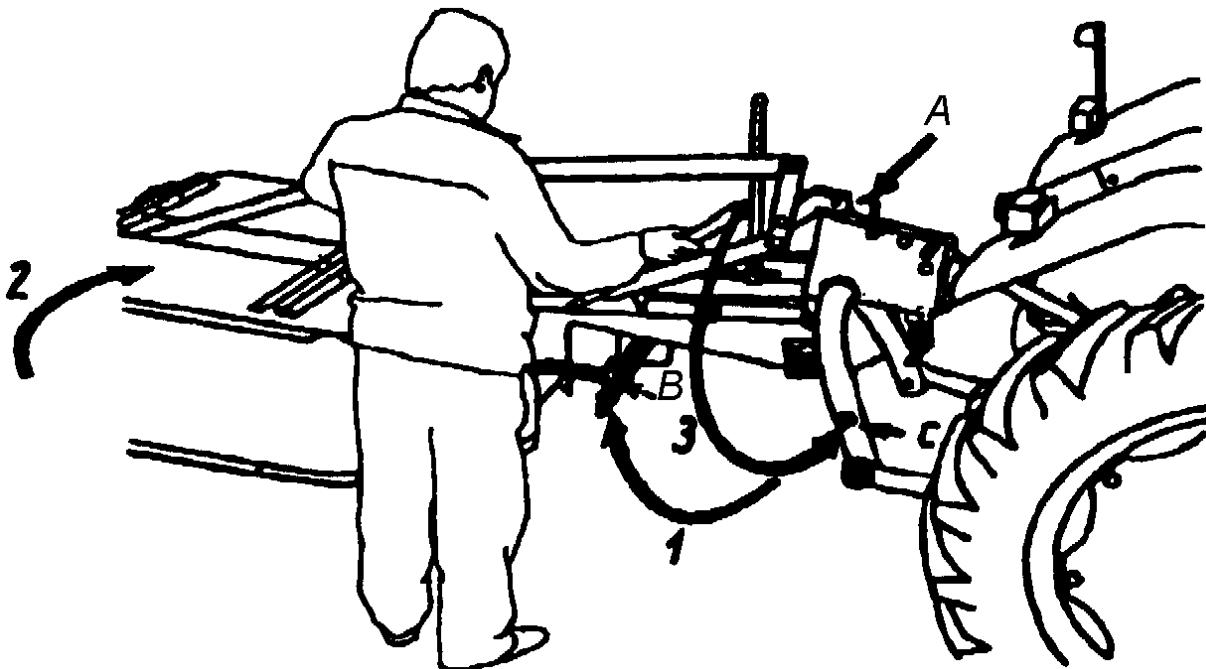

Рис. 10. Переключение косилки в транспортное положение
- 2) повернуть шарнирную балку и главную раму назад, вдоль оси трактора (Рис. 10); для этого – если перед этим косилка находилась в рабочем положении - нужно:
- 2) установить шарнирную балку и главную раму, повернутую перпендикулярно к оси трактора, выполняя для этого действия в очерёдности, обратной той, которая указана в п. 0. и показана на Рис. 10:
## Регулировка высоты скашивания (рис. 10)